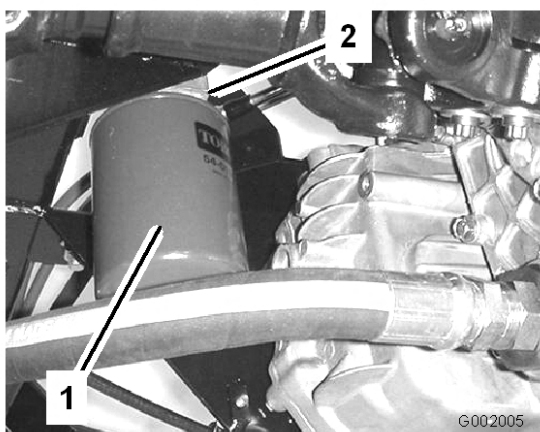

Figura 67
4. Retire o filtro (Figura 67).